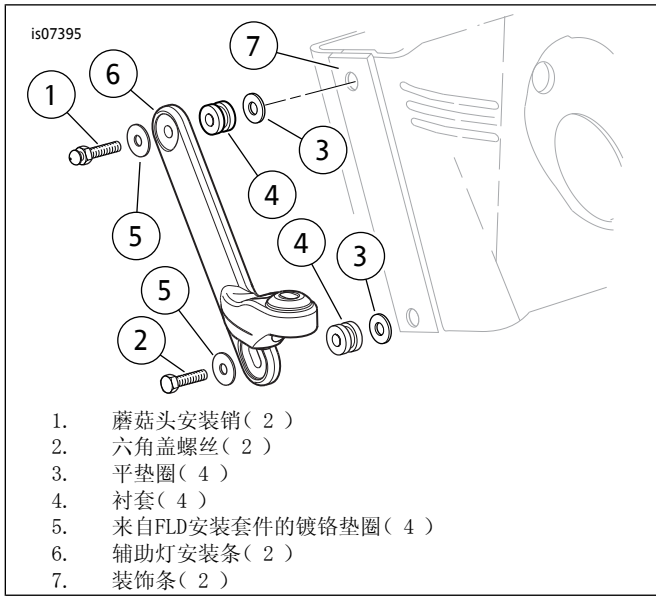

图1. 辅助灯支架的安装( FLSTF )
4. 参见图1。将镀铬FLD套件垫圈(5)安装到蘑菇销(1)螺纹上,然后将螺纹穿过灯安装条(6)的上部孔。